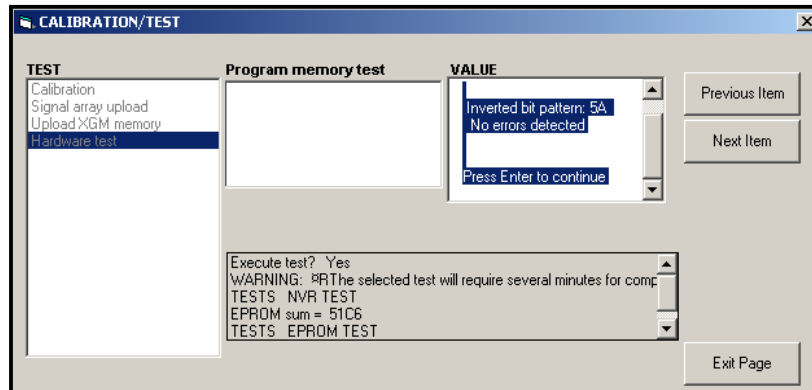

Figure 15 : Fin du test NVR
4. Si le test NVR se termine correctement, l'écran ressemble à la Figure 15 à la page 54. Cliquez [Quitter la page] pour revenir à l'option Test du matériel, et sur [Quitter la page] encore une fois pour revenir au menu *Calibrage/Test*.